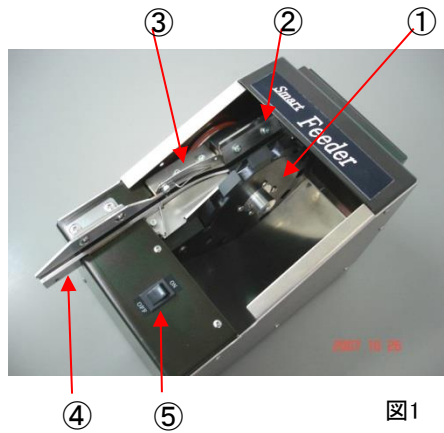

図1
ドラム回転にムラがでる	<ul style="list-style-type: none"> ①丸ベルトの汚れ付着・磨耗・伸び(要ベルト交換) ②回転プーリー溝の汚れ(清掃) ③丸ベルトを取りはずし、ドラムを指で回し、軽く回転しない場合は、ドラムガイド・ベース(図1参照)とドラムのキャップにゴミなどが詰まっている又はキャップが狭い(清掃、キャップ調整) ④ホッパー底板とドラムが接触している(清掃、キャップ調整)